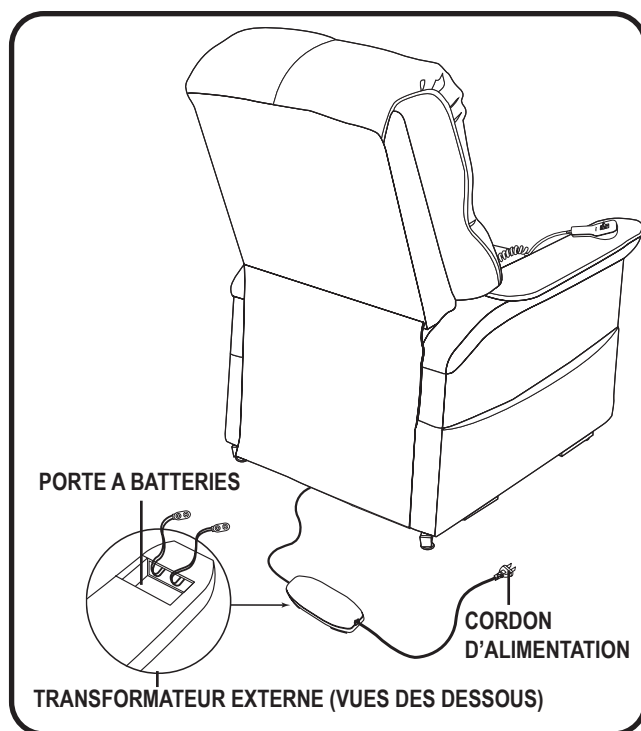

Figure 4.2 Emplacement des batteries
3. Installez deux batteries 9V dans le transformateur externe (**Fig. 4.2**).